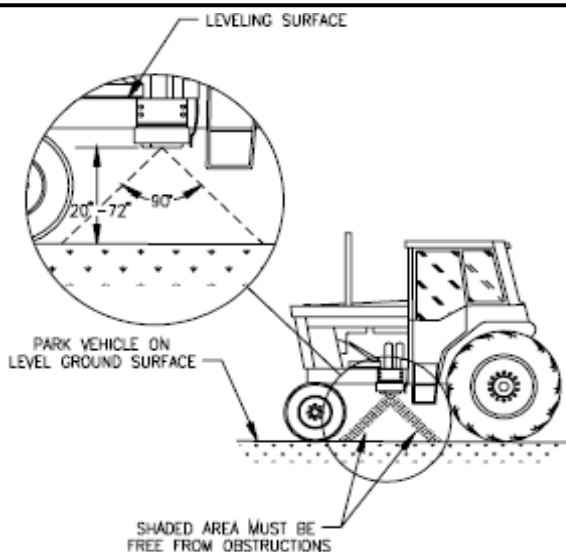

РИС. 1
- а) На линии прямой видимости от объектива до поверхности земли не должно быть никаких препятствий в виде деталей или шин. На расстоянии 51 см от нижней части радара не должно находиться никаких препятствий. См. рис. 1 и 2.